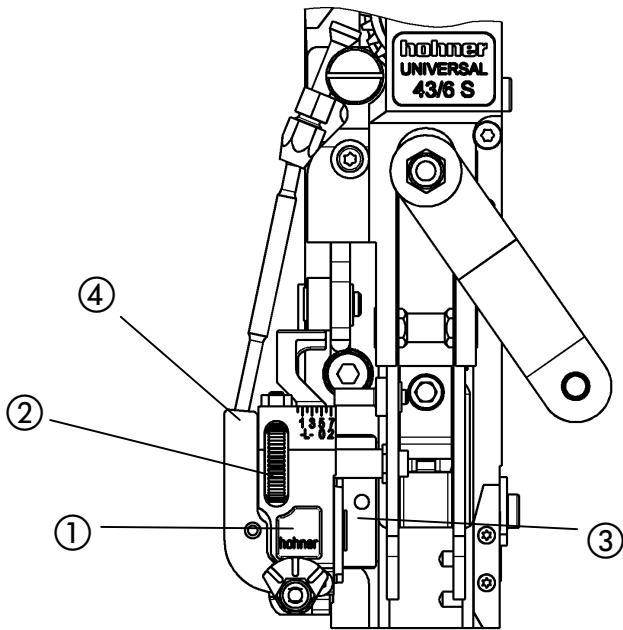
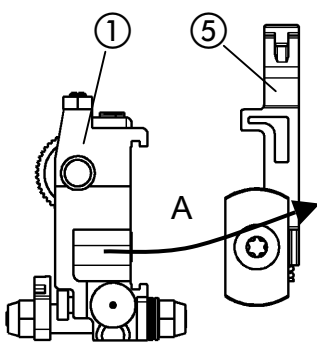
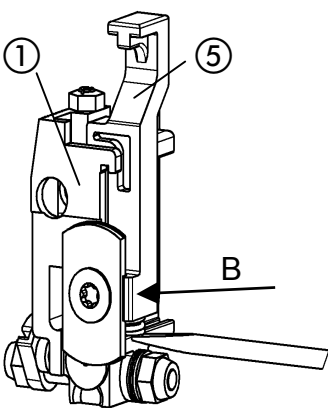

Abb. 31
Abb. 32
Abb. 34
- Abb. 31-
- Zum Austausch der Messer Messerkasten ① durch Drehen des Rändelrads ② ganz aus der Führung ③ herausfahren und von Heftkopf abnehmen.
- Abb. 32 -
- Messerschieber ⑤ aus dem Messerkasten ① herausschieben (Pfeil A)
- Abb. 34 -
- Messerschieber ⑤ wieder in den Messerkasten ① einbauen (Pfeil B). Dabei Druckfeder des Messerschiebers mit einem Schraubendreher zusammendrücken und in den Messerkasten einschieben. Beachten, dass Druckfeder nicht umgebogen wird.
- Messerkasten ① auf die Führung ③ aufsetzen.
- Flexible Drahtzuführung in Bohrung ④ am Messerkasten stecken.